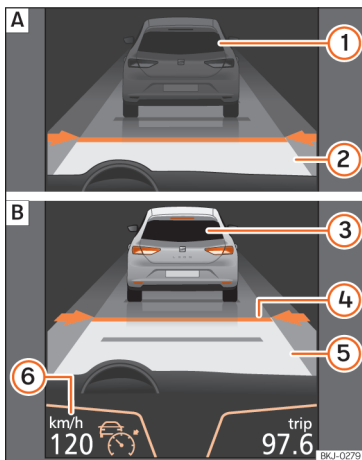
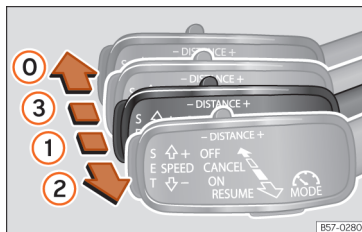
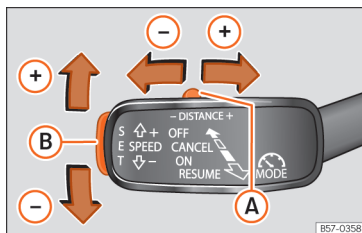

Abb. 234 Am Bildschirm des Kombi-Instruments: A) ACC inaktiv (Standby). B) ACC aktiv.
Abb. 236 Links an der Lenksäule: dritter Hebel für die Bedienung der ACC.
Abb. 237 Links an der Lenksäule: dritter Hebel für die Bedienung der ACC.
Bildschirmanzeigen » Abb. 234:
Wenn die ACC eingeschaltet ist, schaltet sich auf der Schalttafel die grüne Kontrollleuchte ein (🚦) und auf dem Bildschirm werden die programmierte Geschwindigkeit und der Zustand der ACC angezeigt » **Abb. 234**.
- Um die ACC zu aktivieren, bewegen Sie den Hebel in die Position **ON** » **Abb. 236** ①. Zu
- Drücken Sie anschließend die Taste **SET** » Abb. 237 (B) oder bewegen Sie den Hebel in die Position **RESUME** » Abb. 236 (2). In diesem Moment wird die ACC aktiviert und die aktuelle Geschwindigkeit und der Abstand werden programmiert. Die Anzeige am Kombi-Instrument wechselt in den Modus Aktiv » Abb. 234 (B).
- Zur Programmierung der Geschwindigkeit schieben Sie den dritten Hebel nach oben (+) oder nach unten (-) bis zur gewünschten Geschwindigkeit » Abb. 234 (6). Die Einstellung der Geschwindigkeit erfolgt in Schritten von 10 km/h [6 mph].
- Falls Sie die Geschwindigkeit in Schritten von 1 km/h [0,6 mph] erhöhen möchten, bewegen Sie den Hebel in die Position **RESUME** » Abb. 236 (2) bzw. drücken Sie zur Reduzierung die Taste **SET** » Abb. 237 (B).
- Um das Abstandsniveau zu erhöhen oder zu reduzieren, bewegen Sie die Taste (A) nach rechts oder links » Abb. 237.
Am Bildschirm des Kombi-Instruments wird das ausgewählte Abstandsniveau geändert » Abb. 234 (4). Sie können aus 5 verschiedenen Abstandsniveaus auswählen. SEAT empfiehlt das Niveau 3. Der programmierte Abstand kann während der Fahrt oder bei Fahrzeugstillstand geändert werden » (A).
- Um die ACC zu deaktivieren, bewegen Sie den Hebel in die Position **OFF** (fest) » Abb. 236 (0). In diesem Moment erscheint der Text **ACC deaktiviert** und die Funktion ist vollständig deaktiviert.